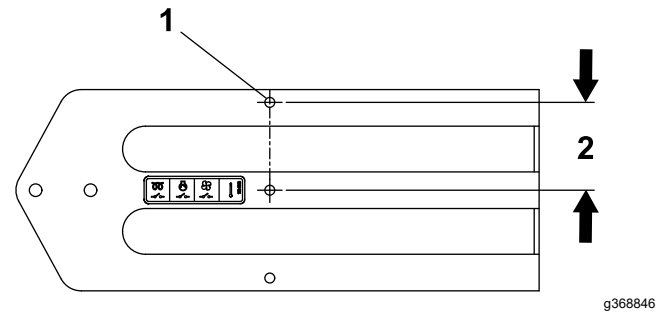
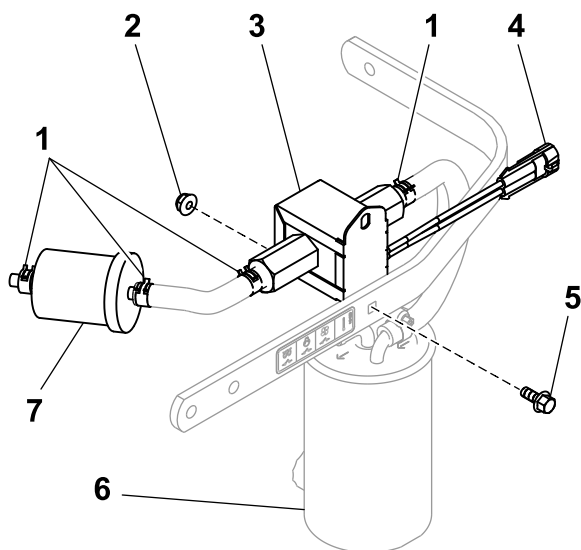
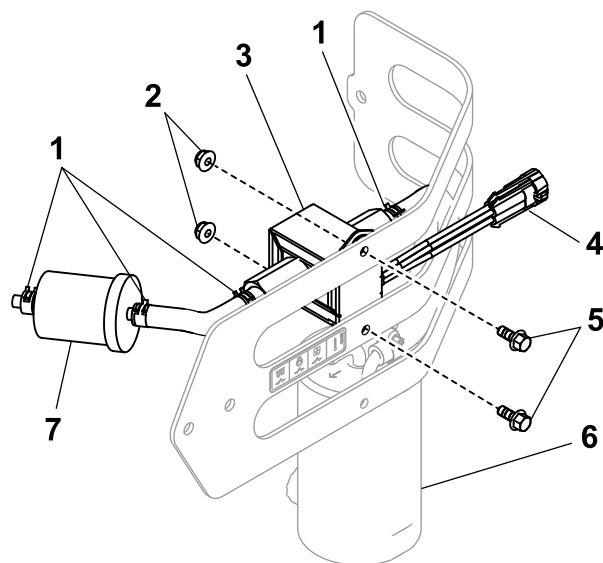

Figura 14
Figura 15
Figura 16
Folosii Figura 1, Figura 14, Figura 15 i Figura 16 pentru această procedură.
- Doar pentru mainile comercializate la nivel internațional, localizați, marcați i realizați un orificiu (7,2 mm) în apărătoare, conform imaginii Figura 14 i Figura 16.
- Pentru mainile comercializate la nivel intern, instalați noua pompă de combustibil folosind orificiul inferior al pompei, un urub ($\frac{1}{4} \times \frac{5}{8}$ " i o contrapiuliă ($\frac{1}{4}$ "); consultați Figura 15. Pentru mainile comercializate la nivel intern se folosesc un singur urub i o singură piuliă.
- Pentru mainile comercializate la nivel internațional, instalați noua pompă de combustibil folosind ambele orificii i fixați-o cu 2 uruburi ($\frac{1}{4} \times \frac{5}{8}$ " i 2 contrapiuliie ($\frac{1}{4}$ "); consultați Figura 16.